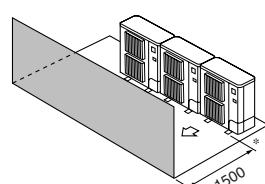

Fig. 3-13
- ③ Yalnızca önündeki engeller (Fig. 3-13)